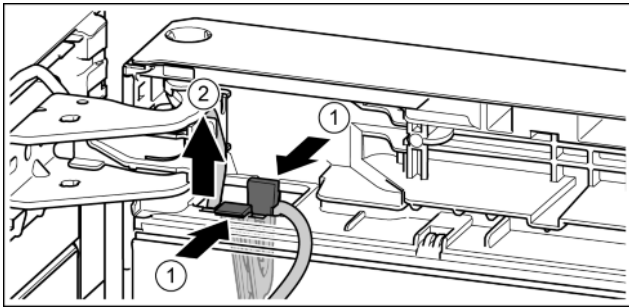

Fig. 22
- ▶ Zatlačte na lamelu. *Fig. 22 (1)*
- ▶ Vytáhněte držák kabelu s kabelem, který je na něm upevněný. *Fig. 22 (2)*